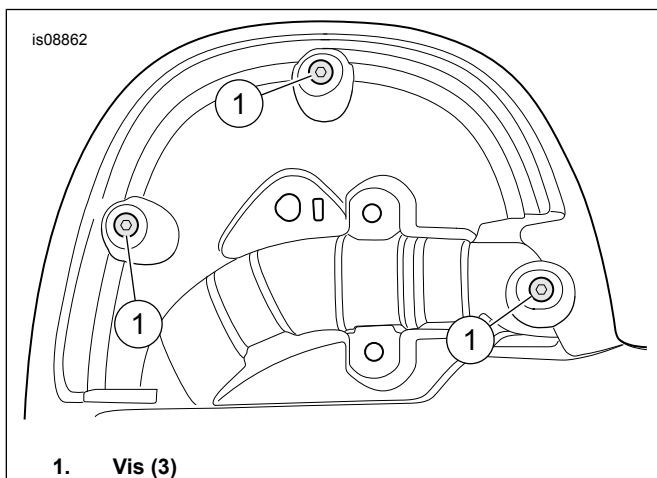

Figure 1. Vis arrière
2. Voir la Figure 1. **À partir de l'arrière :** Retirer les vis (1).